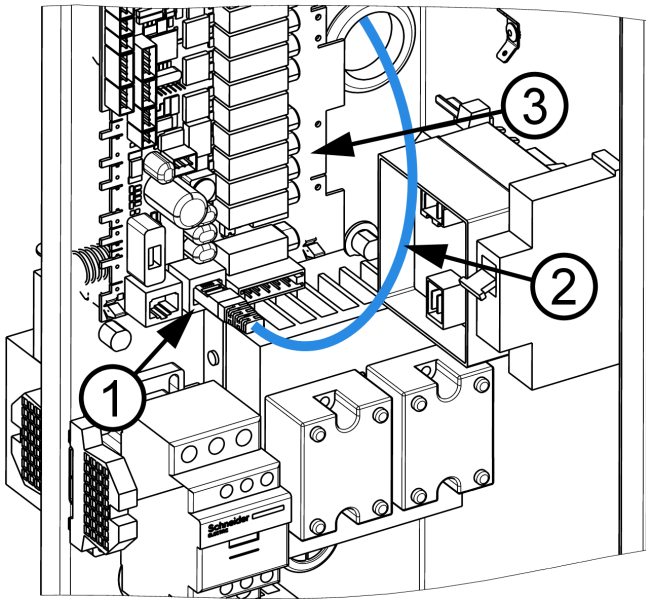

Figure 9 : Installation du câble UTP dans le port RJ-45
Raccordez l'extrémité du câble UTP (2) au port RJ-45 (1), marqué X4 ou X5 sur le panneau de relais (3) (voir fig. 9).